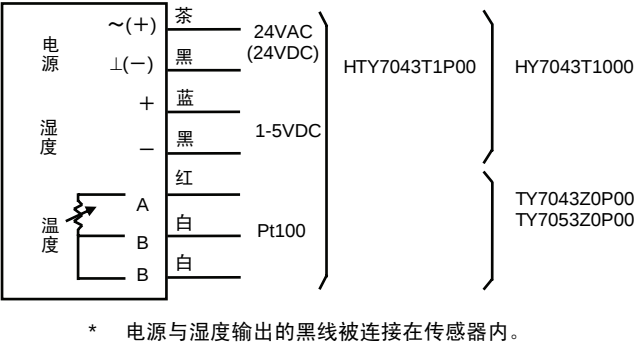

图 20 配线图
- (3) 将主体单元的输出导线与外部接线(负载侧)连接(参照图20、21)。
- (3) 将主体单元的输出导线与外部接线(负载侧)进行连接(参照图20、21)。
- (1) 将附属在隔热板(Thermoplate)上的安装底板安装到墙壁内的安装箱盖[配电箱安装尺寸：83.5mm(JIS C8340:1999)]上。
- (2) 将隔热板(Thermoplate)安装到安装底板上。
- (3) 将隔热板(Thermoplate)安装组件主体安装到隔热板(Thermoplate)上。
- (4) 将主体单元的输出导线与外部接线(负载侧)连接(参照图20、21)。